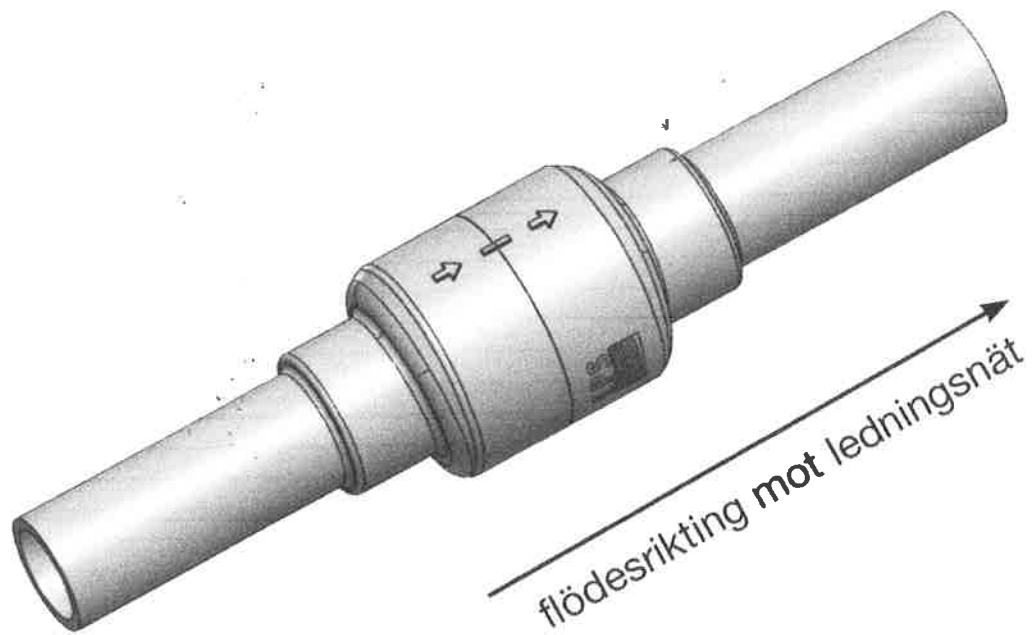

Bild 2. Montera backventil med pilarna synliga uppifrån och med pilarna i flödesriktningen
9. Backventil är installerad vid fastighetsgräns. Se till att backventilen är monterad med dess pilar i flödesriktningen (bort från pumpstationen). Bild 2 visar backventil. Fotografera monterad backventil innan igenfyllnad och bifoga färdiganmälan.